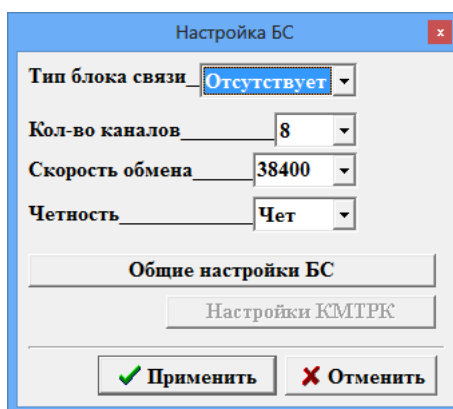

Рис. 50
Примечание. Заданные в программе конфигурации СОМ -порты БС, к которым подключены ТРК должны совпадать с заданными СОМ -порты БС, к которым подключены ТРК в окне «Настройка ТРК S&B» (рис.50а).
- в окне «Настройка БС» выберите тип блока связи «Типовой», если ТРК будут подключаться к БС, или выберите «Отсутствует» рис.50, если ТРК подключаются к концентратору..